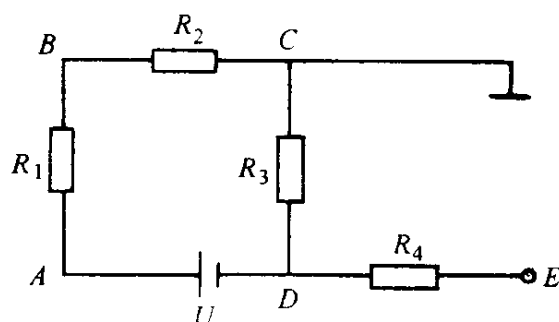

图 1.8
〔例 1.1〕 已知图 1.8 所示电路， $u_{BC} = 30\text{V}$ ， $\varphi_A = 80\text{V}$ ， $u_{CD} = 20\text{V}$ ，求 φ_D 和 u_{AB} 之值；并问 E 点电位如何？
解 (1) 由图 1.8 知， $\varphi_C = 0\text{V}$ ， $u_{CD} = \varphi_C - \varphi_D = 20\text{V}$ ，